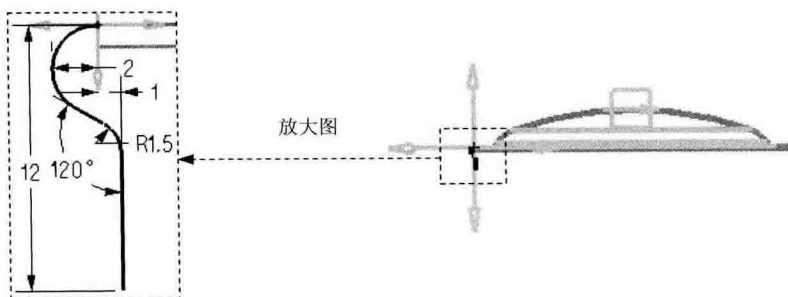

图 1.9 截面草图
(3) 选取 X 轴为草图的水平参照, 其他选项采用系统默认设置, 单击 **确定** 按钮, 绘制图 1.9 所示的截面草图; 退出草图环境; 在“轮廓弯边”对话框 **宽度选项** 下拉列表中选择 **到端点** 选项; 单击“轮廓弯边”对话框的 **<确定>** 按钮, 完成轮廓弯边特征 1 的创作。